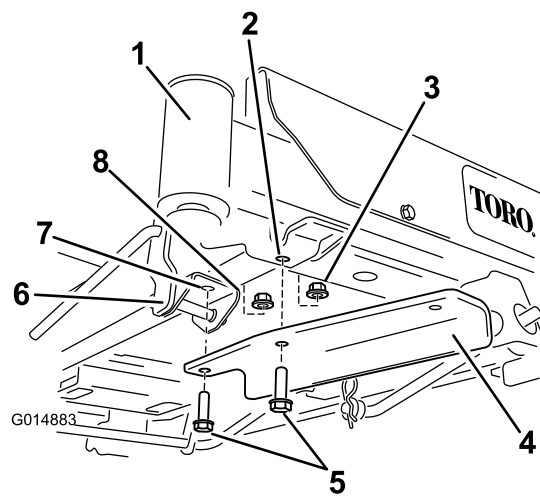

Bild 7
- Maschinen mit Hubfußpedal: Entfernen Sie die vorderen Befestigungen in der Halterung des Hubfußpedals und befestigen Sie die Halterung mit zwei Schrauben und zwei Sicherungsmuttern (**Bild 7**).